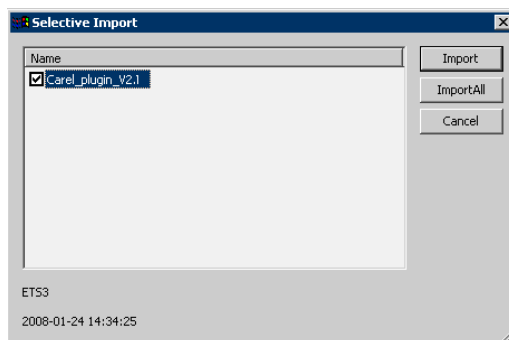

Fig. 7.b
- importare il file Carel_plugin_21.pr4 tramite il menu File → Importa (Import) , Fig.7.b
- Premere "Importa tutto" (ImportAll) , Fig.7.b.